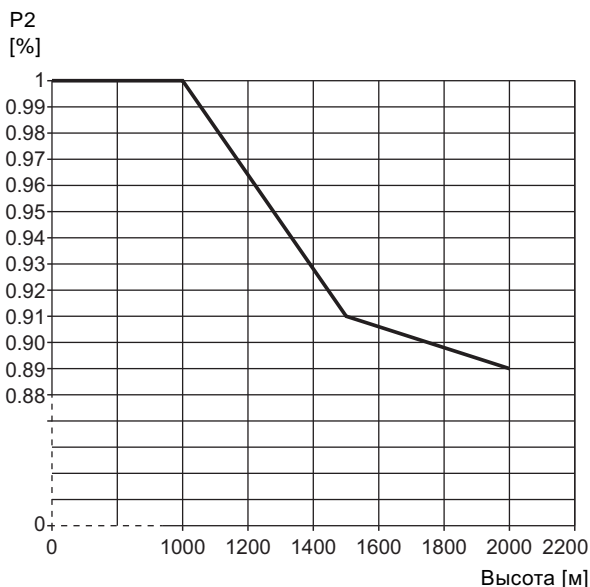

Рис. 29 Снижение выходной мощности электродвигателя (P2) в зависимости от высоты над уровнем моря
- Если насос установлен на высоте больше 1000 м над уровнем моря, нельзя эксплуатировать электродвигатель с полной нагрузкой, так как охлаждающая способность воздуха ухудшается из-за его низкой плотности. См. рис. 29.